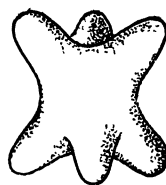

Рис. 76.
2. Если вылепить из мякиша чёрного хлеба фигурку с шестью выступами (рис. 76) и бросить её с силой на пол, она подскочит, на вид не изменив своей формы.